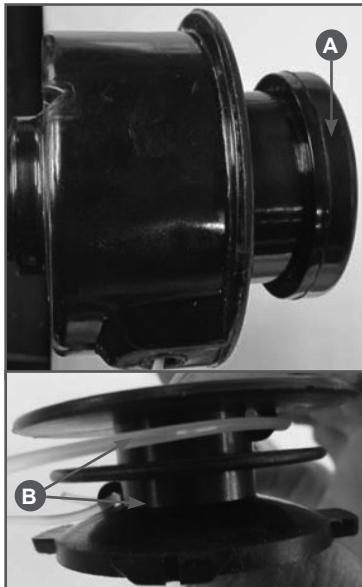

Рис. 10 Снятие крышки триммерной головки
Открутите гайку крепления катушки (A) Рис.10. Извлеките катушку триммерной головки и очистите ее от остатков корда. Осмотрите детали головки на отсутствие повреждений. Поврежденные детали головки необходимо заменить. Отрежьте 2,5-3 метра корда, сложите его вдвое и выровняйте концы. Концы корда вставьте в специальные пазы в катушке (B) Рис.10. Намотайте корд плотно с натягом в канавки катушки. Направление намотки указано стрелкой на катушке. После намотки разрежьте петлю с кордом.